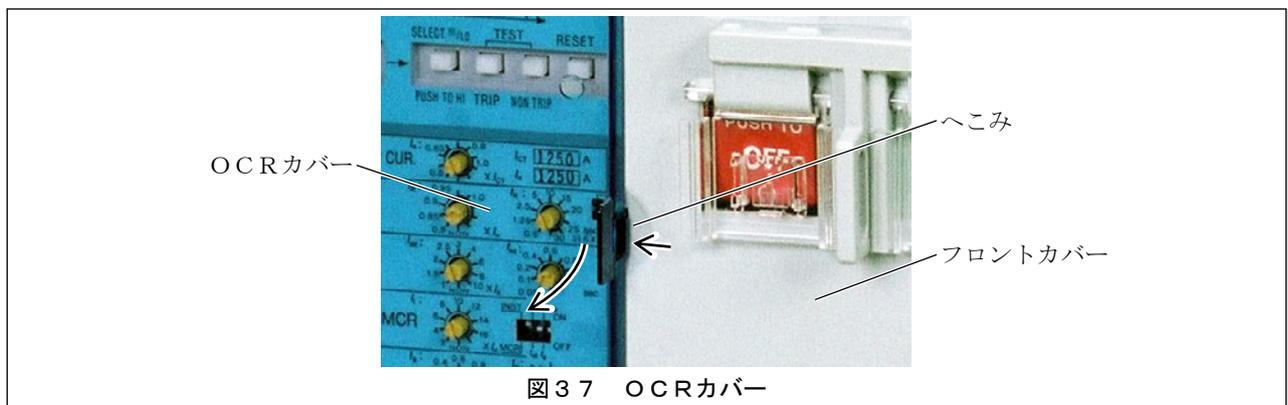

図37 OCRカバー
- 2) 図37に示すOCRカバーの右端のフロントカバーへこみに指を入れ、OCRカバーを左に押し開き止めの掛かりを外し、OCRカバーを開きます。OCRカバー施錠時は、開錠してからOCRカバーを開きます。